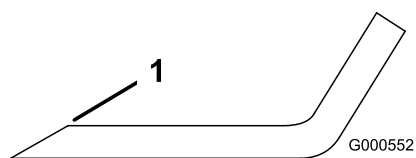

Figure 65
1. Au moyen d'une lime, aiguissez les tranchants aux deux extrémités de la lame (Figure 65).